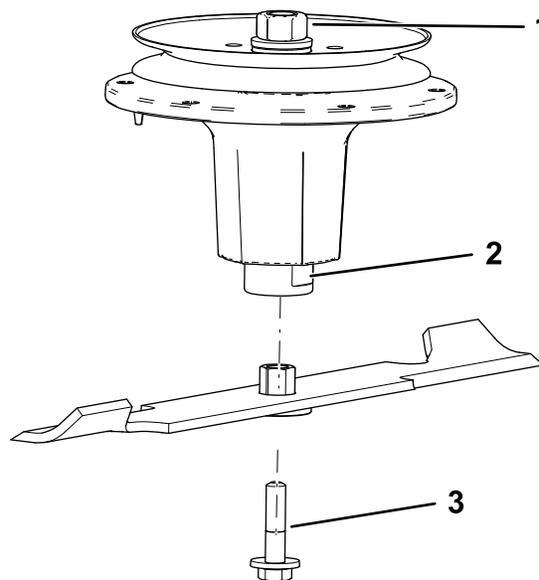

**Figura 109**
- Instale o casquilho através da lâmina com a flange do casquilho na parte inferior (relva) da lâmina (Figura 109).